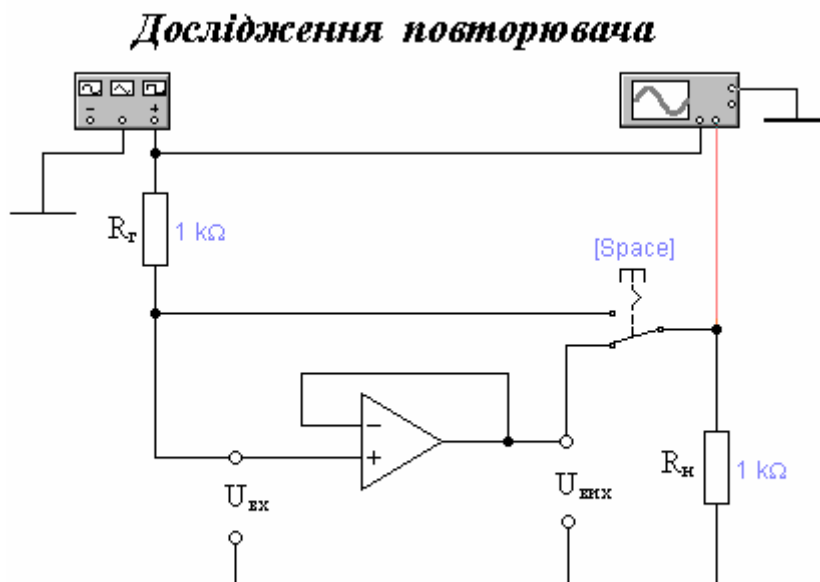

Рисунок 8.12
4.12.1 Відкрити файл «Повт» (рис. 8.12). R_{Γ} $U_{\text{вх}}$ $U_{\text{вих}}$ $R_{\text{н}}$